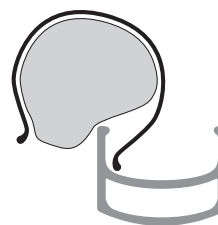

Figure 14. Installez le premier talon à l'intérieur de la jante.
- Installez le premier talon à l'intérieur de la jante (Figure 14). Commencez au niveau de la tige de valve.